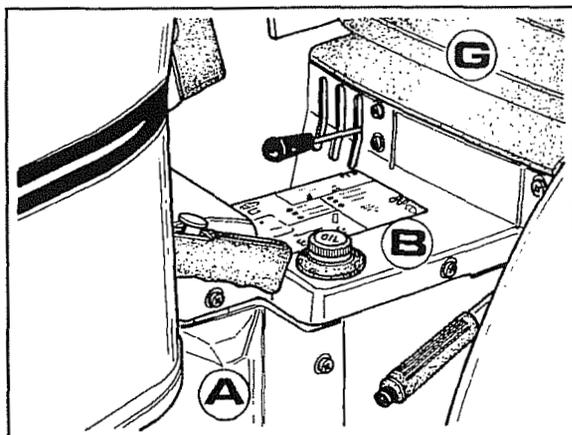

Fig. 8
1. Enlever le siège **G**, la protection centrale **B**, le flanc **A** et celui du côté opposé comme illustré dans la fig. 8.